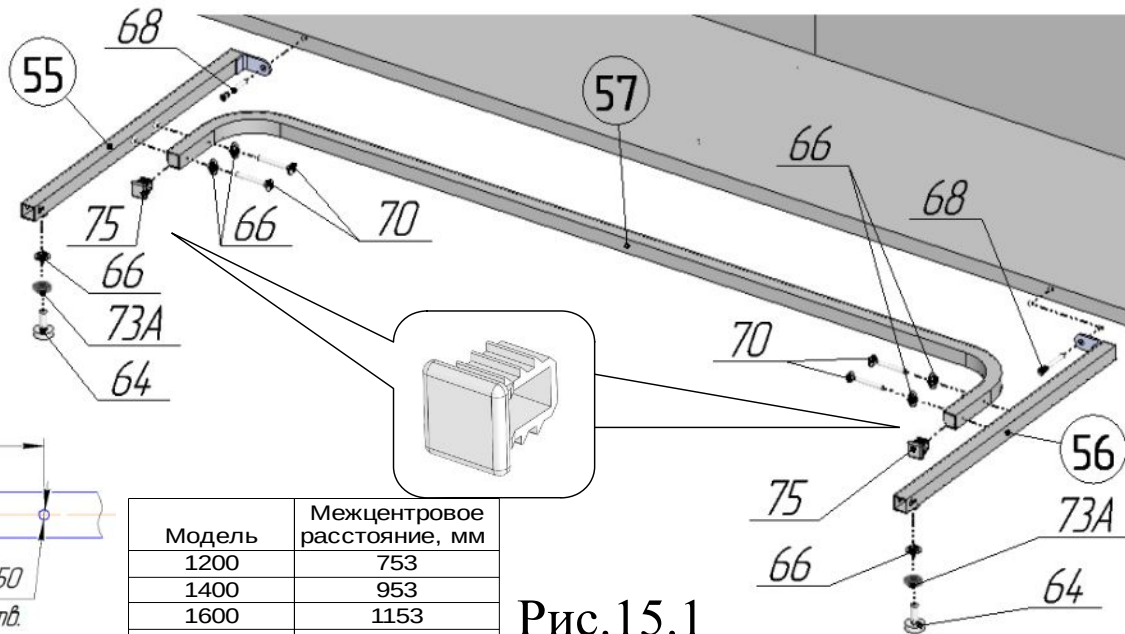
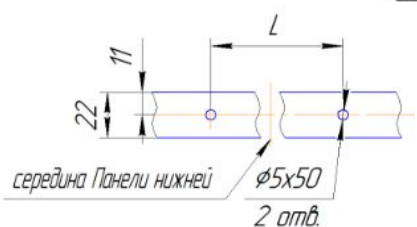
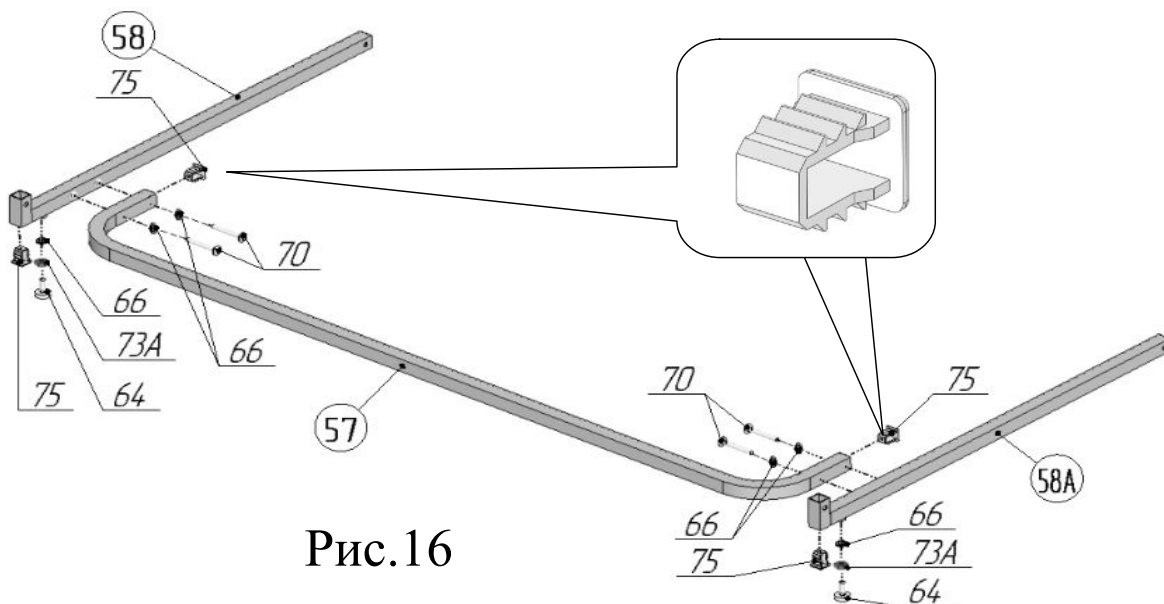

Рис.15.1
Рис.15.2
Рис.16
17. В торцы перемычки поз.57 вставить заглушки 20x20 поз.75в соответствии с рис.15.1 . К перемычке поз.57 присоединить упоры поз.55 и поз.56, используя винты М6х35 поз.70 и шайбы стопорные поз.66 в соответствии с рисунком 15.1. Во встроенные гайки упоров поз.55,56 вернуть ножки поз.64, предварительно навинтив на них гайки М8 ГОСТ поз.73А и надев на стержни ножек шайбы стопорные поз.66. Просверлить в панели нижней поз.43 отверстия ф5х50 с координатами в соответствии с рис.15.2 и таблицей. Присоединить собранную конструкцию к корпусу
с помощью винтов-конфирматов поз.68 (рис.15.1).
вставить заглушки 20x20 поз.75. К перемычке поз.57 присоединить ноги поз.58, 58А, используя винты М6х35 поз.70 и шайбы стопорные поз.66 в соответствии с рисунком 16. Во встроенные гайки ног поз.58 и 58А вернуть ножки поз.64, предварительно навинтив на них гайки М8 ГОСТ поз.73А и надев на стержни ножек шайбы стопорные поз.66. В ноги поз.58 вставить заглушки 20x20 поз.75 в соответствии с рисунком 16. После окончательной сборки стола отрегулировать ножки поз.64, установленные в данном пункте и п.16. Затянуть гайки поз.73А таким образом, чтобы шайбы поз. 66 оказались прижаты к ногам поз.58, 58А (рис.16) и упорам поз.55,56 (рис.15.1).